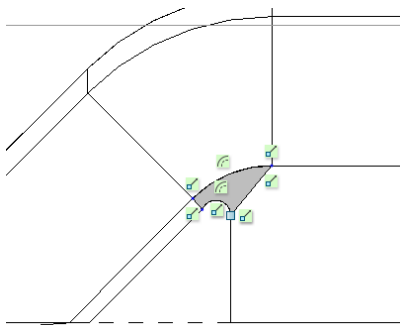

图 3-17 绘制分割区域的草绘图形
(8) 绘制图 3-17 所示的图形, 单击✔ (确定) 按钮。